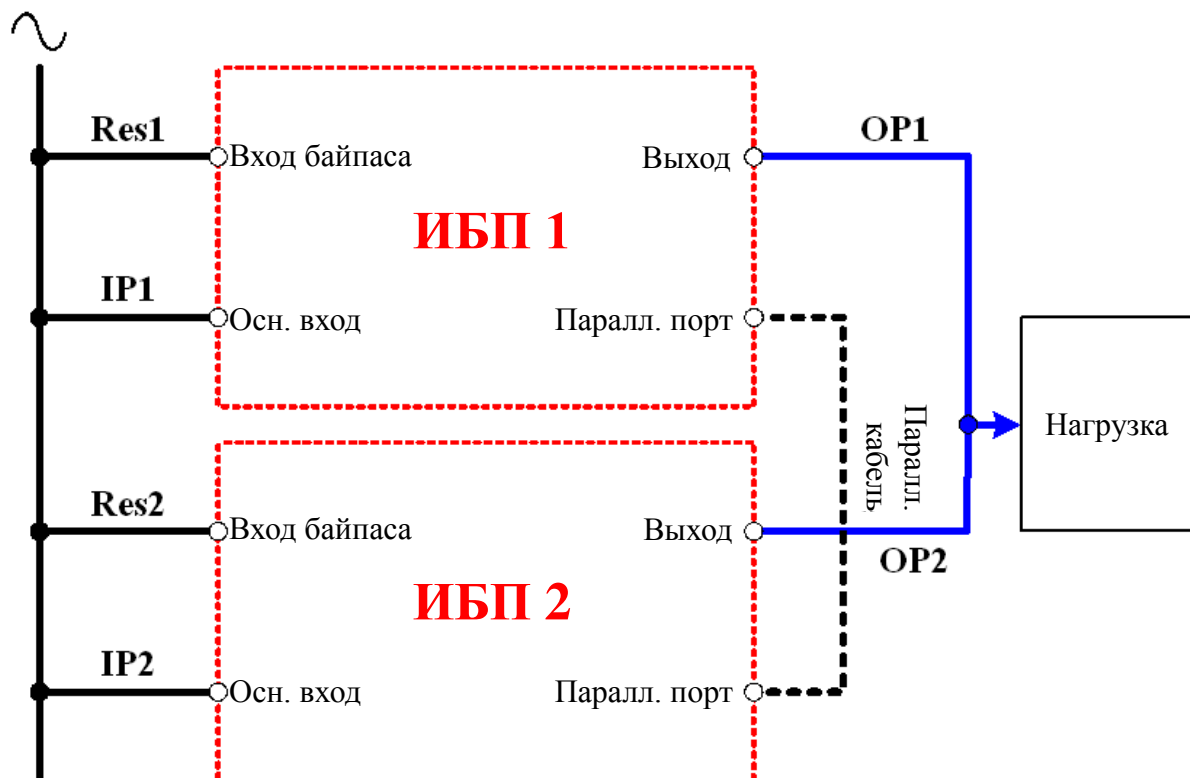

Рис.4-7 Коммутация (параллельное резервирование, 1 линия питания)
6. Соедините ИБП1 и ИБП2 кабелем параллельного интерфейса (см. рис. 4-7).